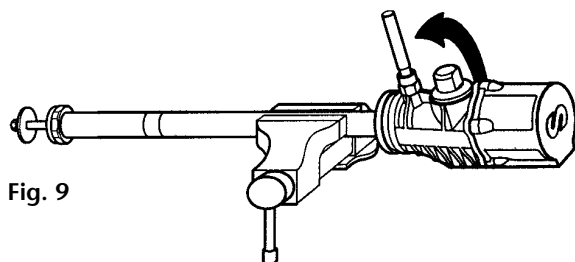

Fig. 9
3. Unscrew the air motor body (15) from the suction tube (47) using a threaded rod (Fig. 9), and pull it out until it tops. The union nut (37) gets visible.
3. Séparer le corps du moteur d'air (15) du tube d'aspiration (47) à l'aide d'une tige filetée (voir Fig. 9) et desserrer jusqu'à atteindre la butée. Dès lors, l'écrou prolongateur (37) devrait être visible.
3. Desenroscar el cuerpo motor (15) del tubo de aspiración (47) usando una varilla roscada (Fig. 9), y extraerlo hasta que haga tope. Quedará a la vista la tuerca de conexión (37).